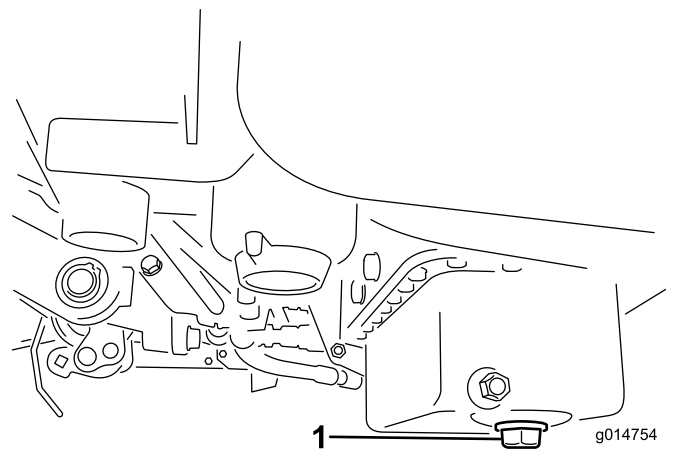

Figura 32
1. Retire o tampão de escoamento e deixe o óleo escorrer para um recipiente adequado. Quando o óleo parar, volte a montar o tampão de escoamento (Figura 32).